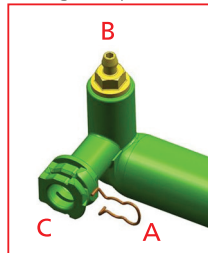

FIGURA 2
- 1 - Remover o "clip metálico" (item A figura 2) e em seguida a tubulação do cilindro mestre.
- 4 - Com o novo cilindro escravo em mãos, incline o mesmo mantendo a "entrada do tubo do cilindro mestre" (item C figura 2) voltado para cima, em seguida preencha com fluido de freio de forma lenta, para que o ar seja expulso do cilindro.
1 - Alguns cilindros escravos externos não possuem o parafuso sangrador (item B figura 2), nestes casos, todo sistema deverá ser preenchido com fluido hidráulico antes de ser instalado no suporte da transmissão (caixa seca).